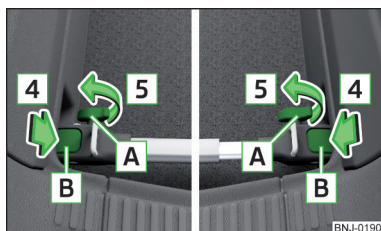

Fig. 106 Montaggio della traversa: serraggio delle viti
- Spingere i supporti **B** in direzione delle frecce **4**, finché non si innestano udibilmente » fig. 106.